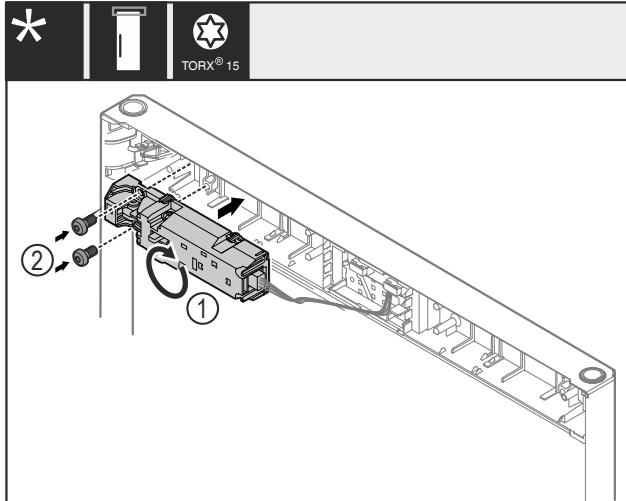

Fig. 27
- Fernschloss *Fig. 27 (1)* um 180° drehen und auf Gegenseite montieren.
- Fernschloss *Fig. 27 (1)* mit Schrauben *Fig. 27 (2)* befestigen.